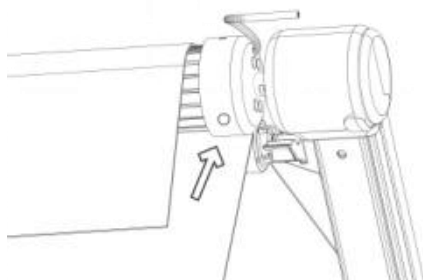
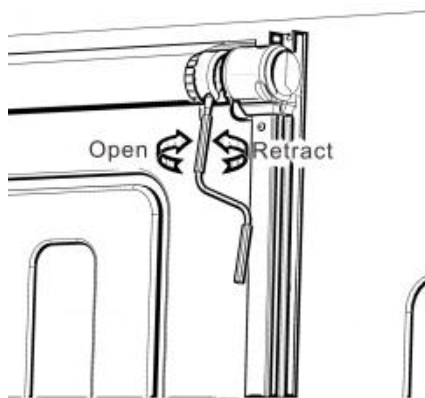

Figure D6
Figure D7
4.4 Otwór na ręczny joystick znajduje się w silniku markizy (Rysunek D6) . W przypadku awarii zasilania lub awarii, zdejmij ozdobną zaślepkę z pokrywy końcowej, włóż korbę zapasową i obracaj, aby rozwinąć lub zwinąć markizę . (Rysunek D7)